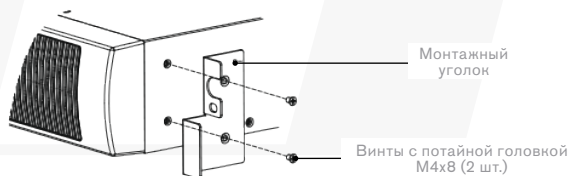

Рис. 3 Установка монтажных кронштейнов
- i. Совместите монтажные кронштейны с отверстиями для винтов на каждой стороне ИБП и закрепите с помощью потайных винтов M4×8 (см. рис. 3).